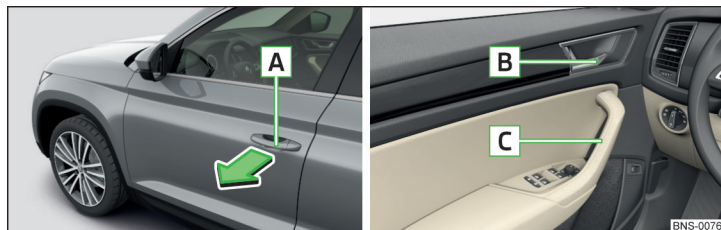

Fig. 55 Tirador/palanca de apertura de la puerta
- Para **abrir desde afuera** desbloquear el vehículo y tirar la manivela **A** en sentido de la flecha » fig. 55.